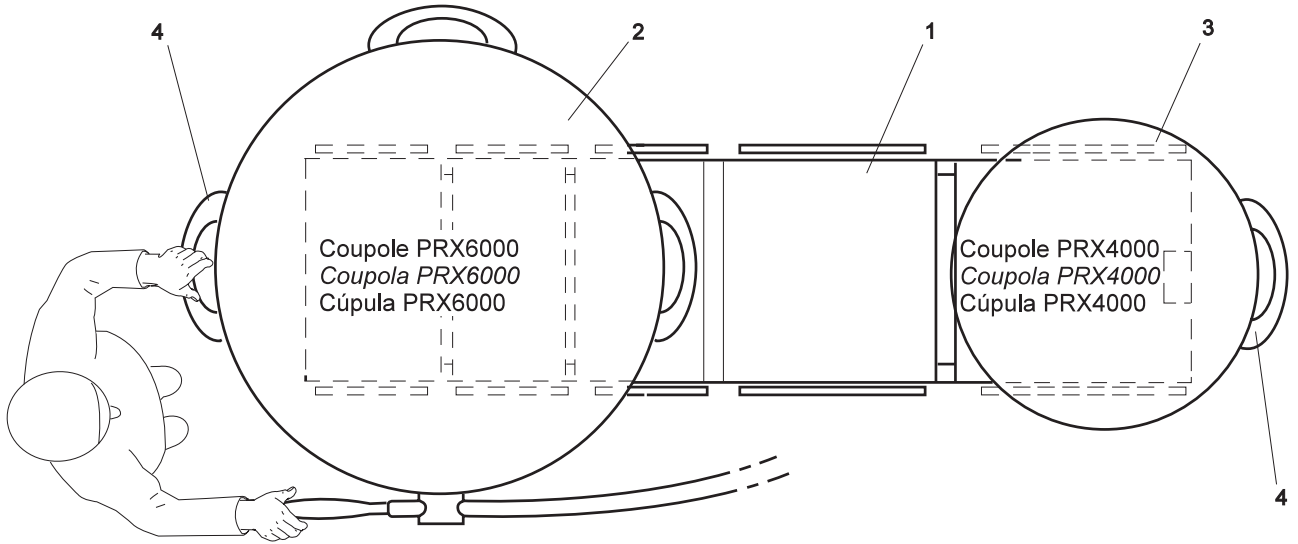

FIG. 10.1 VUE DE DESSUS DE L'ÉCLAIRAGE ET DE LA TABLE D'OPÉRATION
Les coupoles peuvent être manipulées, grâce aux poignées extérieures (4) conçues à cet effet. Les rotations libres de 360° autour de l'axe principal d'accrochage sont là pour faciliter ces macromanipulations (Fig.10.1).
The cupolas can be handled using the peripheral handles (4). Macro handling is facilitated by the lights ability to rotate 360° around the main axis (Fig. 10.1).
As cúpulas podem ser manuseadas através das pegas exteriores (4) concebidas para este efeito. As rotações livres de 360° em torno do eixo principal de engate facilitam este tipo de manuseamento (Fig.10.1).